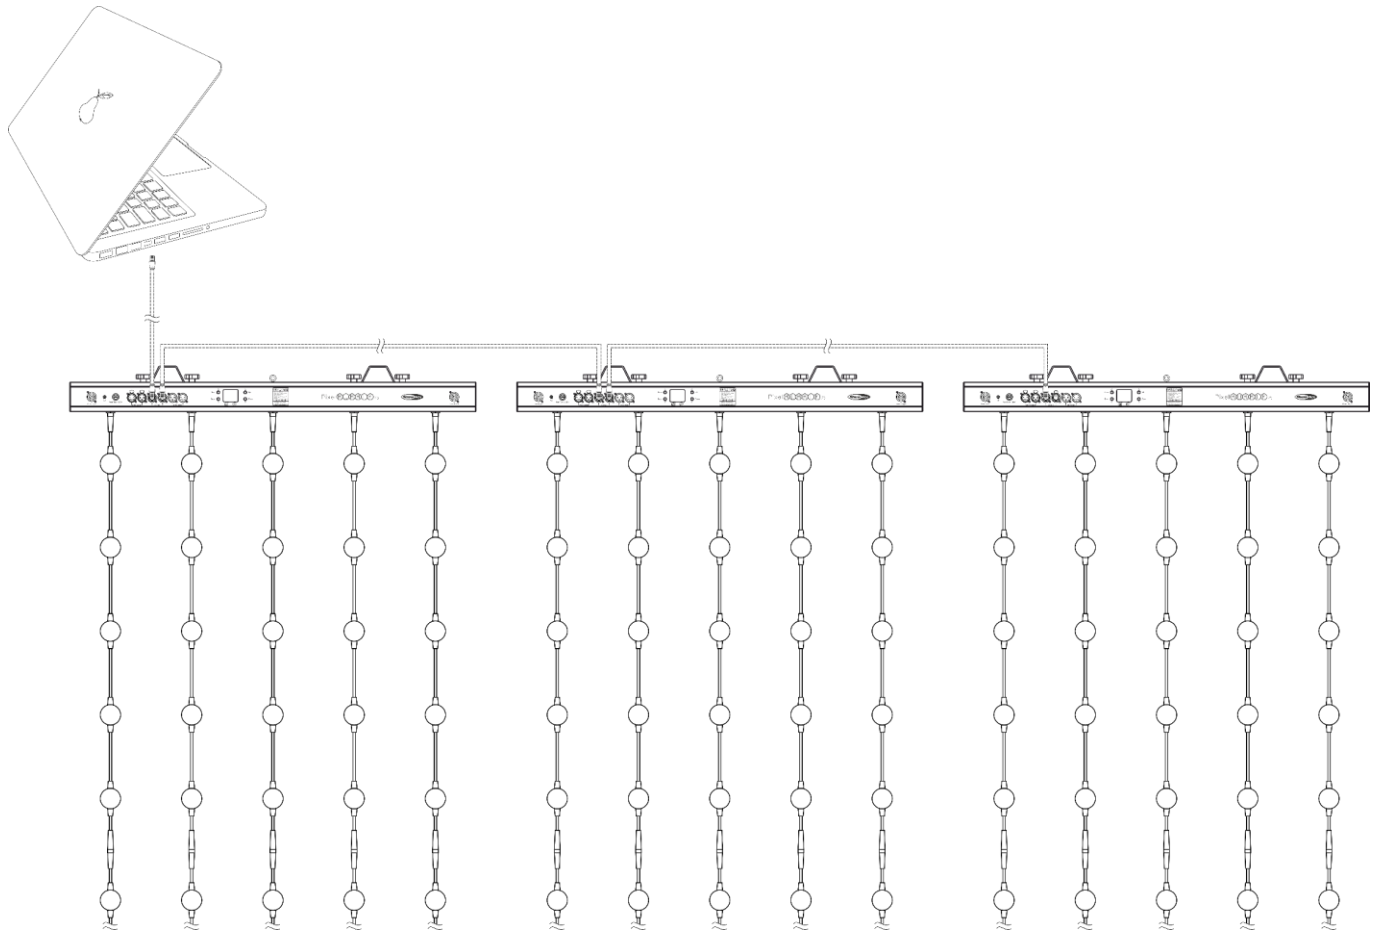

Abb. 10
- 03) Wiederholen Sie Schritt 2, um die gewünschte Anzahl an Geräten wie in Abb. 10 zu verbinden.